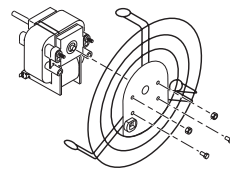

Figura 12 - Extracción o montaje del resguardo del ventilador del motor
4. Con un destornillador para tuercas, quite las dos tuercas y los dos tornillos que fijan el resguardo del ventilador al motor. Extraiga el resguardo del ventilador del motor (consulte la figura 12).